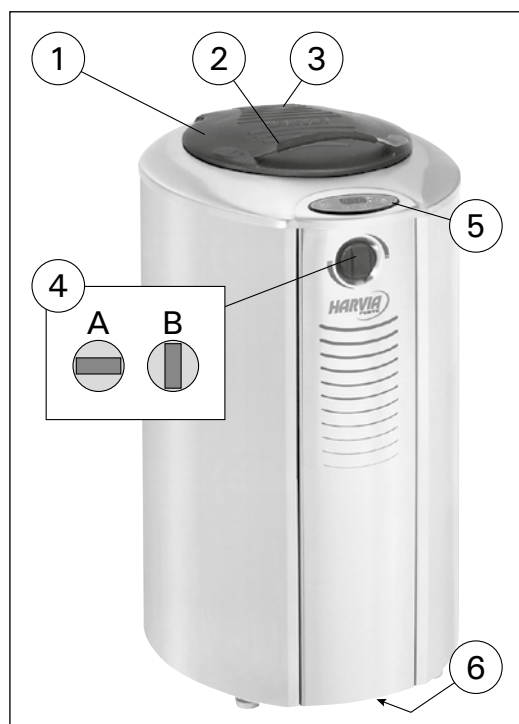
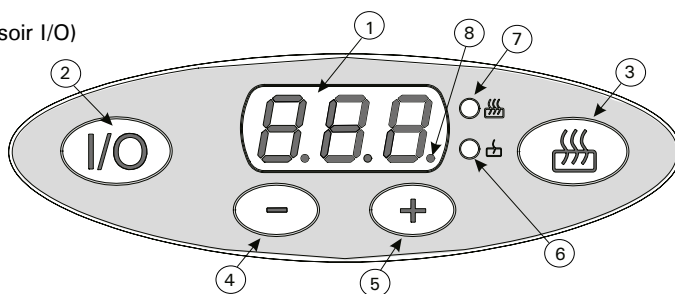

Figure 1. Composants du poêle
Figure 2. Panneau de commande
Le bouton I/O permet d'activer et de désactiver les résistances du poêle. Pour ce faire, l'interrupteur du système électronique doit être enclenché. (Voir figures 1 et 5.) Le bouton I/O est fonctionnel lorsque le témoin lumineux situé sous le bouton est allumé. Lorsque l'on allume le poêle, l'écran indique tout d'abord la valeur réglée à l'usine (220), qui est la plus faible température qu'il est possible de régler. L'écran affiche ensuite des valeurs entre 40 et 60, qui représentent la température la plus faible qu'il est possible d'afficher pour le compartiment à pierres.
La puissance maximale du poêle (HI), activée au moyen de la touche du mode de fonctionnement, règle la température du poêle à 300 °C. Cette température ne peut être réglée au moyen des touches 4 et 5 de réglage de la température (fig 2). Si le couvercle du poêle est fermé alors que la puissance maximale est activée, la température programmée du compartiment à pierres (300 °C) sera atteinte plus rapidement.
La première mise en service du poêle devra s'effectuer (une fois les pierres disposées) à pleine puissance (voir paragraphes 1.5.1. et 1.5.2.) avec la vanne de circulation d'air 4 (fig. 1) et le couvercle 1 (fig. 1) du poêle en position ouverte. La masse imposante du compartiment à pierres nécessite une période de chauffage d'au moins deux heures à pleine puissance pour que celui-ci atteigne une température suffisamment élevée. Pour éliminer les odeurs dégagées par le poêle et les pierres lors de la première utilisation, il convient de veiller à une bonne ventilation du sauna. Il faudra répéter ces opérations lorsque l'on rajoutera des pierres dans le poêle ou qu'on les changera.
Le poêle s'allume en enfonçant le bouton-poussoir I/O. Pour indiquer que le courant a été connecté aux résistances, l'écran affiche le message LO (alimentation de secours), suivi d'un chiffre indiquant la température actuelle dans le compartiment à pierres (par exemple, 24). Le voyant lumineux 6 (figure 2) est également allumé. En appuyant la touche + (5, fig. 2), il est possible de programmer la température du compartiment à pierres jusqu'à la valeur maximale de 280 degrés. La touche - (4, fig. 2) permet de réduire la température si cette dernière est trop élevée.
Il est possible de surveiller la consommation électrique du poêle à l'aide du témoin lumineux 8 (figure 2). Voir le point « Écran ».
La puissance maximale est activée en enfonçant la touche 3 (fig. 2) une fois. L'écran 1 (fig. 2) affiche alors le mode HI (= puissance maximale du poêle). Après quelques secondes, l'écran se met à afficher la température réelle du compartiment à pierres du poêle. En mode HI, la température du compartiment à pierres cherchera à atteindre sa valeur programmée de 300 °C. La puissance maximale n'est activée que l'espace d'une heure, après quoi le poêle passe automatiquement en mode LO, témoin lumineux 6 allumé (fig. 2). Après la première mise en service, il conviendra de refermer le couvercle et la vanne de circulation d'air du poêle. Si l'on constate par la suite des odeurs dans le compartiment à pierres, il est bon de laisser le couvercle et la vanne de circulation d'air en position ouverte pendant encore quelque temps alors que le poêle fonctionne à pleine puissance (mode HI).
Lorsque l'on ouvre le couvercle 1 (fig. 1) et la vanne de circulation d'air 4 (fig. 1) du poêle, l'air circulant entre les pierres brûlantes du poêle et les résistances de chauffage commence à chauffer le sauna. Pour que l'énergie calorifique accumulée lors de la phase de veille reste dans les pierres malgré le refroidissement provoqué par la circulation d'air et par l'eau de vapeur, la puissance maximale du poêle doit être activée lors de la séance avec la touche du mode de fonctionnement 3 (fig. 1) ; l'écran indique cette puissance supérieure pendant quelque temps avec le texte « HI » et le témoin lumineux 7 sera allumé (fig. 2).
Le débit d'air peut être ajusté durant la séance au moyen du régulateur de la vanne de circulation d'air 4 (fig. 1). Le régulateur a un effet sur la position de la vanne située sous le compartiment à pierres. Au début, il est bon de maintenir le régulateur en position entièrement ouverte, pour accélérer l'augmentation de la température. Si la température atteint un niveau excessivement élevé, il est possible de la limiter en refermant quelque peu la vanne de circulation d'air. Vous trouverez à l'usage une position pour le régulateur permettant à la température du sauna de rester à un niveau relativement stable.